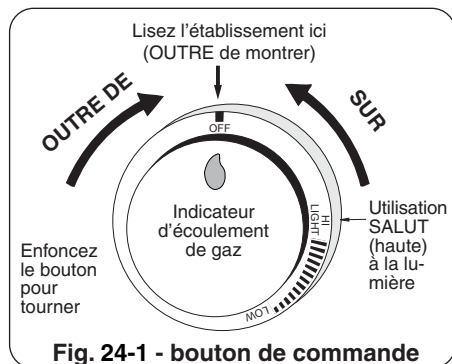

Fig. 24-1 - bouton de commande
**Pour votre convenance et sûreté ; quand le bouton de commande est tourné a la position de fonctionnement, l'indicateur d'écoulement de gaz changera de bleu en le rouge. (Le rouge indique l'écoulement de gaz.) Voir la Fig. 24-1.**